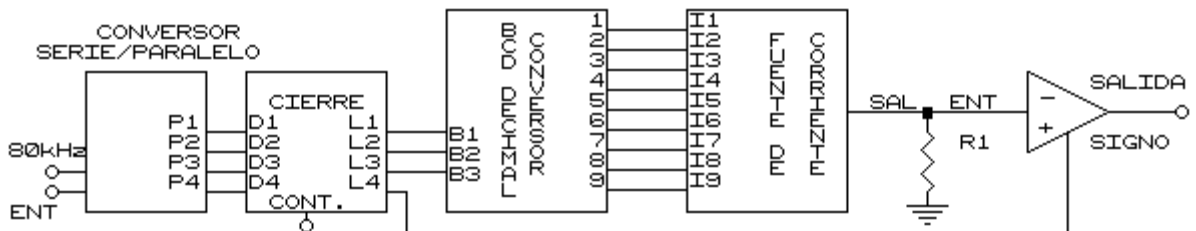

Figura 7.4
1. Arme el circuito de la figura 7.4.